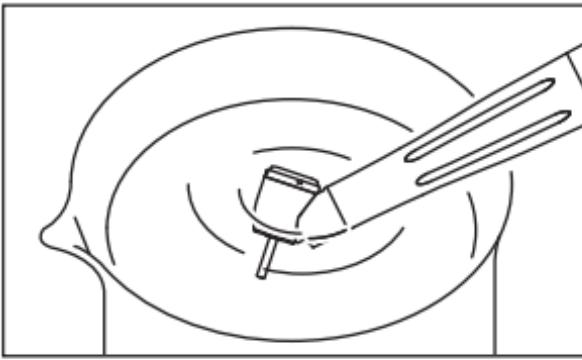

Fig. 7
- 3) Ligue a turbina e mergulhe metade da cabeça no copo com água. (Fig. 7)